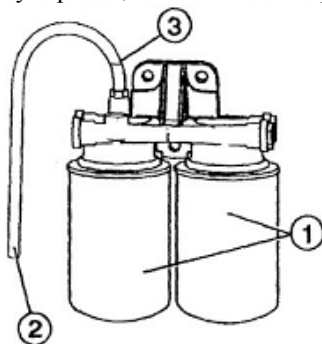

Рис. 11. Прокачка топливной системы:
1. Отвернуть сменные фильтры 1 (рис. 11).
3. Прокачать топливную систему ручным топливозакачивающим насосом фильтра грубой очистки топлива. Для прокачки топливной системы необходимо присоединить трубку 2 (рис. 11), отвернуть дренажный винт 3 и качать ручным топливозакачивающим насосом фильтра грубой очистки топлива до тех пор, пока топливо не начнет вытекать из трубки без пузырьков, после этого завернуть дренажный винт 3.